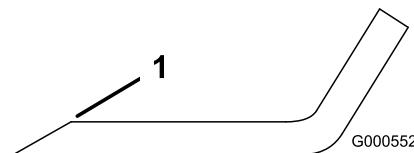
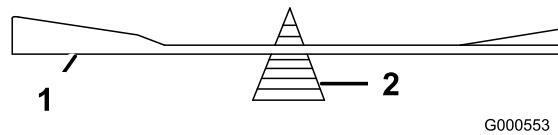

Figure 46
Figure 47
1. Au moyen d'une lime, aiguissez les tranchants aux deux extrémités de la lame (Figure 46). Veillez à conserver l'angle de coupe d'origine. Limez la même quantité de métal sur chacun des deux tranchants pour ne pas déséquilibrer la lame.
2. Vérifiez l'équilibre de la lame en la plaçant sur un équilibrEUR (Figure 47). Si la lame reste horizontale, elle est équilibrée et peut être utilisée. Si la lame est déséquilibrée, limez un peu l'extrémité de la partie relevée seulement (Figure 46). Répétez la procédure jusqu'à ce que la lame soit équilibrée.